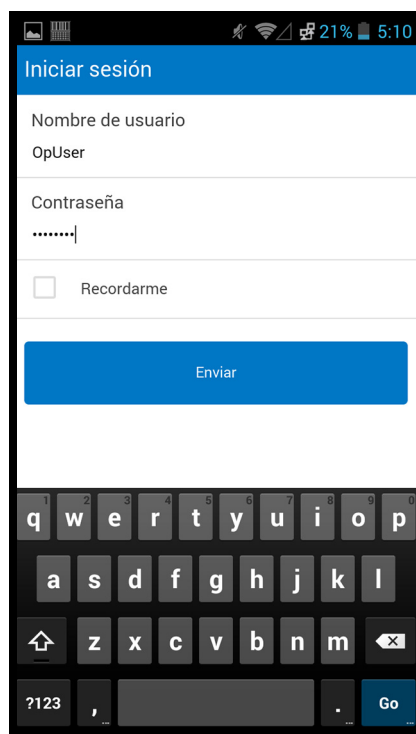
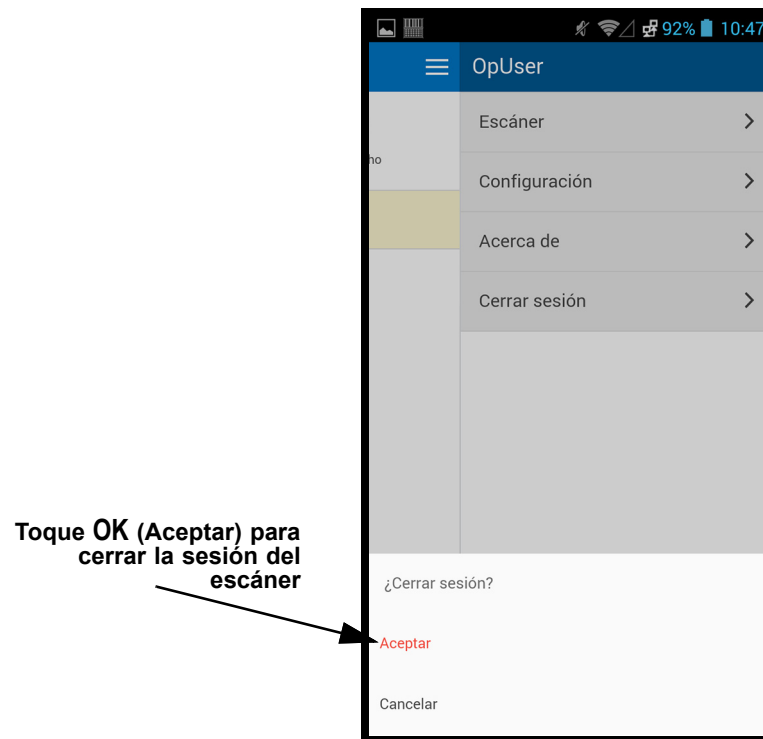

Figura 5-101. Pantalla Login (Inicio de sesión) del escáner Cepheid Link
Figura 5-112. Cuadro de diálogo de cierre de sesión del escáner Cepheid Link
3. Inicie sesión en el escáner Cepheid Link usando su nombre de usuario y la contraseña asignados (consulte la figura 5-101). Se mostrará la pantalla Scan Sample (Escanear muestra). Consulte la figura 5-102.
11. En el menú del escáner toque **Logout (Cerrar sesión)**. En la parte inferior de la pantalla se mostrará el cuadro de diálogo de cierre de sesión. Consulte la figura 5-112.
12. En el cuadro de diálogo de cierre de sesión, toque **OK (Aceptar)** para cerrar la sesión del escáner (consulte la figura 5-112). Se mostrará la pantalla Login (Inicio de sesión). Consulte la figura 5-101.